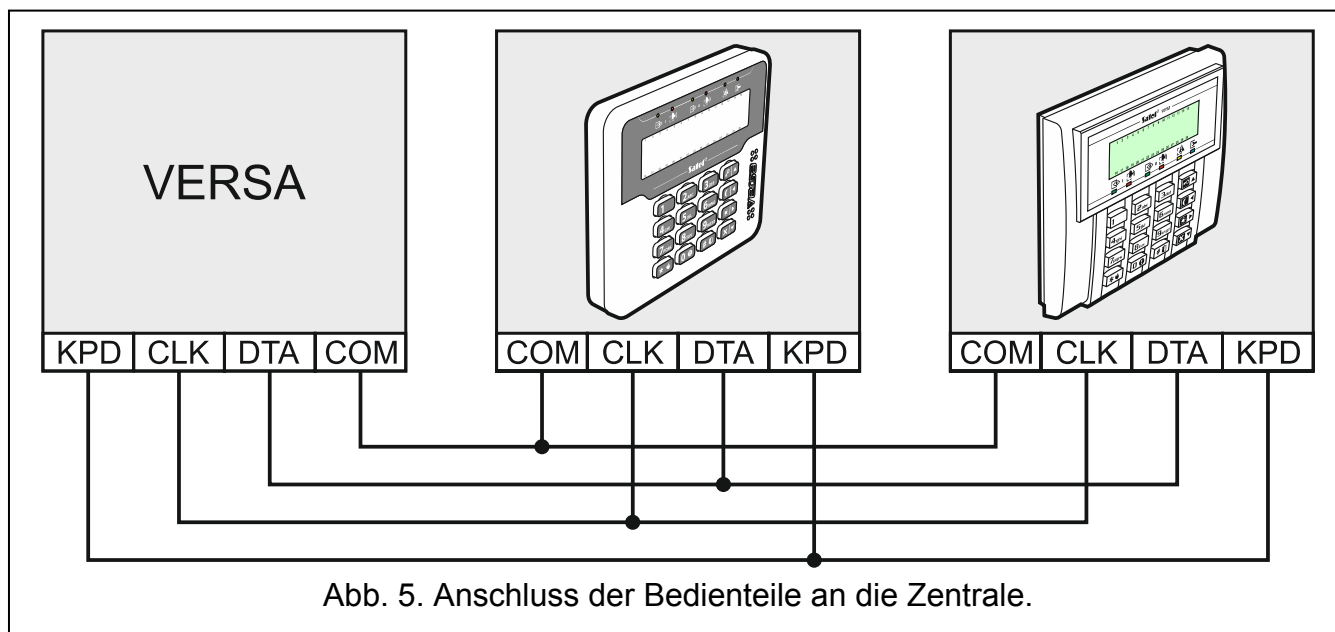

Abb. 5. Anschluss der Bedienteile an die Zentrale.
6. Verbinden Sie die Bedienteilklemmen mit entsprechenden Klemmen der Alarmzentrale (siehe: Abb. 5).